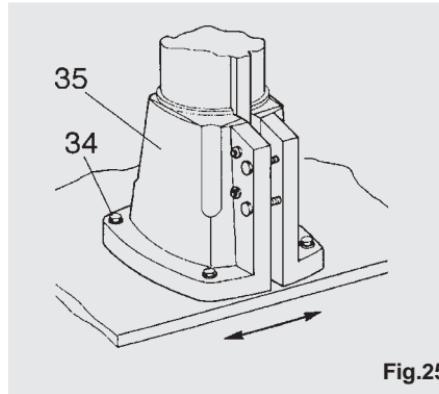

Fig.25
- Draai aan de afstelboutjes (32) zodat de hendel verplaatst wordt en het defect geëlimineerd.
- Zet de wighendel weer naar beneden en draai de contramoeren (33) aan.
Als het niet lukt om het defect te verhelpen met de afstelschroeven moet men schroeven (34) van de basis (35) losdraaien (zie fig. 25) en deze enigszins draaien.